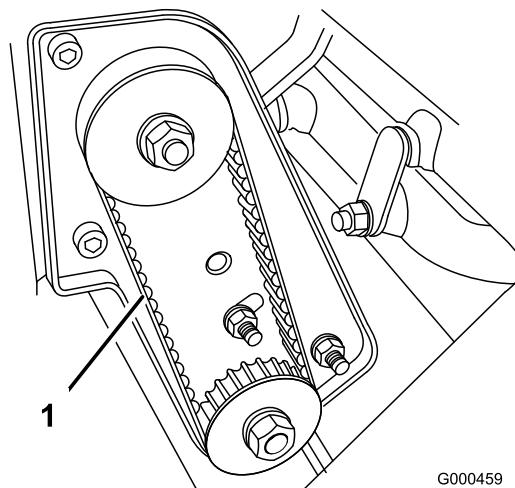

図 38
2. プーリ間の中央（図 38）でベルトを指で押して点検する。押す力は1.5～ 2.5 kg程度。4.8～7.9 mm 程度のたわみが出るのが適正である。たわみの量が適正でない場合は以下の手順へ進む。